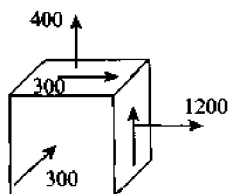

图 7-37
1. 试求如图 7-37 所示应力状态的主应力及最大剪应力。(单位: MPa)